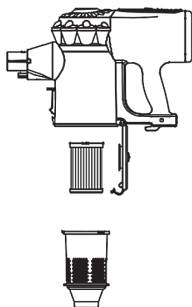

Abb. 1
- Während des Ladevorgangs blinkt die Displayanzeige (3) und leuchtet bei vollgeladenem Akku konstant auf. Um die Lebensdauer des Akkus zu verlängern, sollte die erste Ladung nach vollständigem Akkuentladen in einem Arbeitsgang ununterbrochen durchgeführt werden.
- Das Kabel des Netzgerätes (22) am Ladeanschluss (18), anschließend das Netzgerät (22) an der Netzsteckdose mit den in der Anleitung angegebenen Parametern installieren.
- Stecker des Netzgerätes (22) nach dem Ladevorgang ziehen und das Netzgeräte kabel vom Ladeanschluss (18) trennen.
- Deckel (14) öffnen und zuerst den HEPA Filter (16a), dann den Eintrittfilter (16b) im Staubbehälter (15) einbauen - **Abb. 1**. Beide Komponenten im Uhrzeigersinn drehen und verriegeln. Anschließend Deckel (13) schließen.